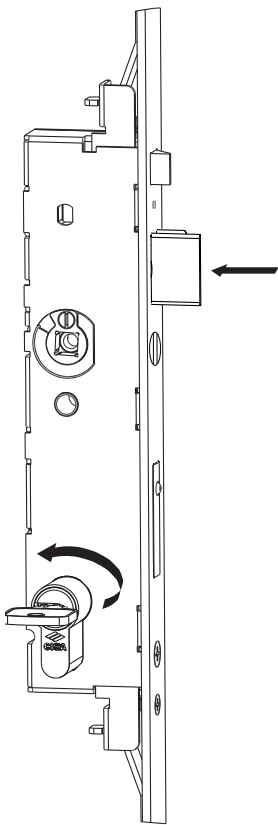

FIG. 14
- Haga retroceder completamente el pestillo girando la llave (Fig. 14).